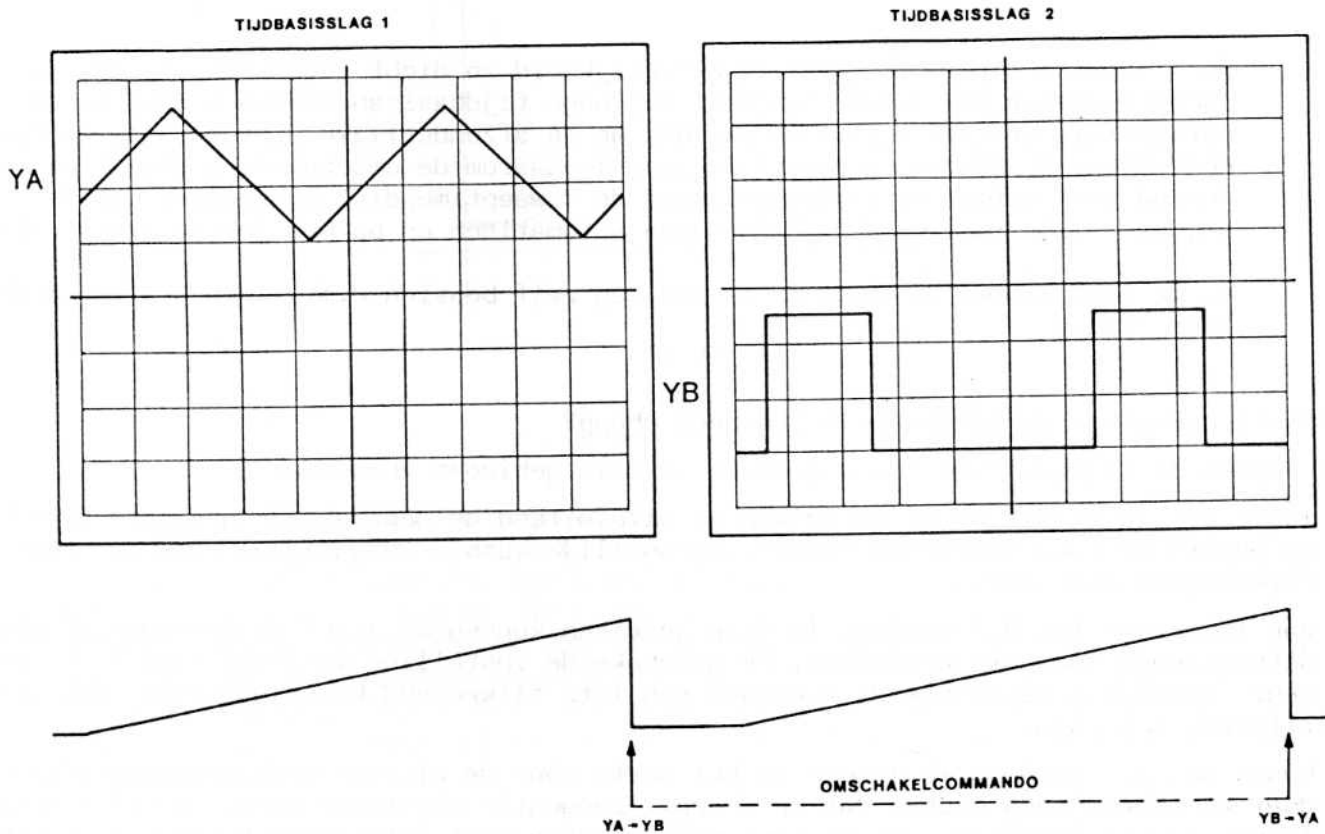

fig 13
ad. a: Alternerend schakelen wil zeggen dat eerst het signaal van kanaal 1 (YA) volledig wordt uitgeschreven en daarna dat van kanaal 2 (YB). Dus de elektronische-schakelaar schakelt pas om nadat de voorgaande beeldlijn is voltooid (fig. 13).